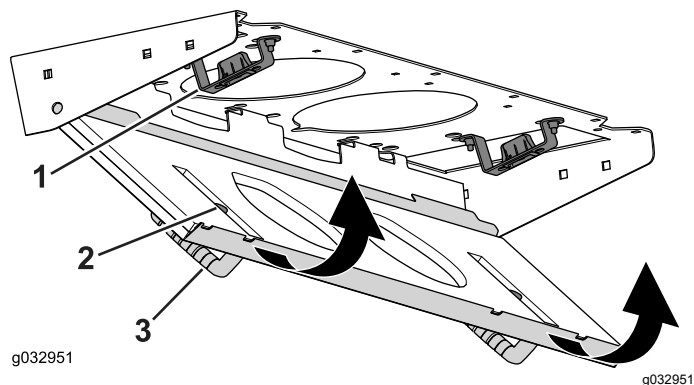

Figure 136
4. Faites pivoter le filtre sur les languettes jusqu'à ce que le pêne s'enclenche dans la gâche (Figure 136).